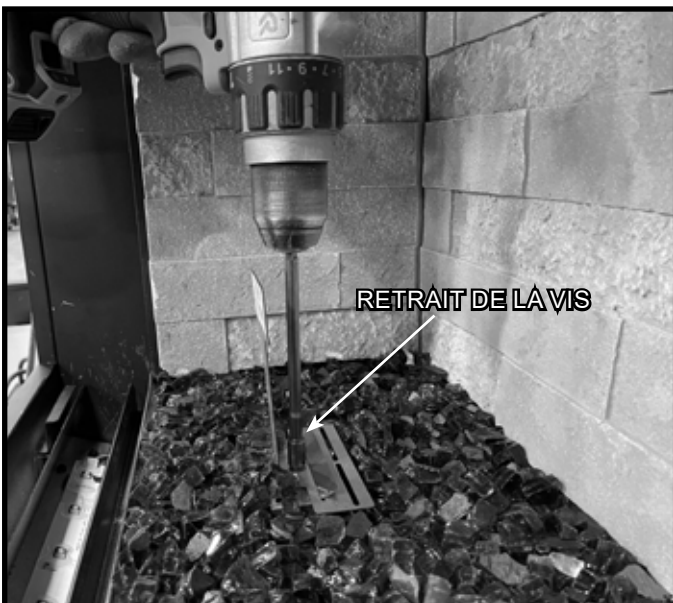

Figure 11.4 Mise en place du support, retrait de la vis du gabarit de mise en place du support
3. Placez une couche régulière de support du bac à papier, comme indiqué dans la figure 11.4. **NE PAS placer le support sur le gabarit de mise en place du support.**
4. Retirez la vis, indiquée à la figure 11.4, du support de placement des éléments d'apparence et retirez-le doucement de l'appareil. **NE LAISSEZ aucun élément d'apparence tomber dans la zone avant de la veilleuse.**